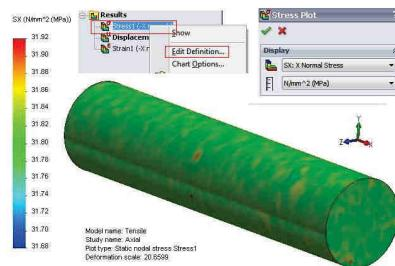

Fig. 9.10
- Selectând opțiunea **Edit Definition** → **SX: X Normal Stress** din lista activată prin buton dreapta pe ramura **Stress1 (vonMises)** se va activa afișarea distribuției de tensiuni pe direcția X, fig. 9.10.
- The X direction stress distribution is shown by selecting **Edit Definition** → **SX: X Normal Stress** from the list activated through right mouse button on **Stress1 (vonMises)** branch, fig. 9.10.